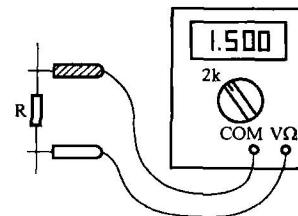

图 1-20
(3) 测量。两表笔（不分正、负）分别接被测电阻器的两端，LCD（液晶显示屏）即显示出被测电阻 R 的阻值，如图 1-20 所示。如显示“000”（短路）、仅最高位显示“1”（断路）或显示值与电阻器上标示值相差很大，则说明该电阻器已损坏。